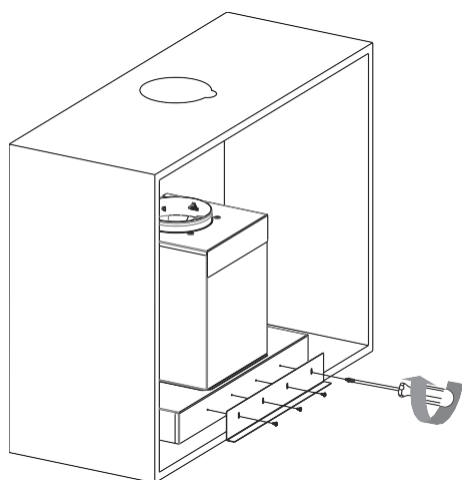

Fig. 16
8. ➡ Installera armeringsplattan med 4 x 3,5 x 9,5 skruvar (Fig. 16)